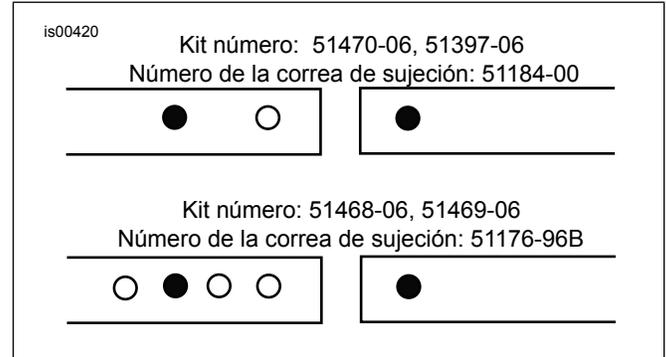
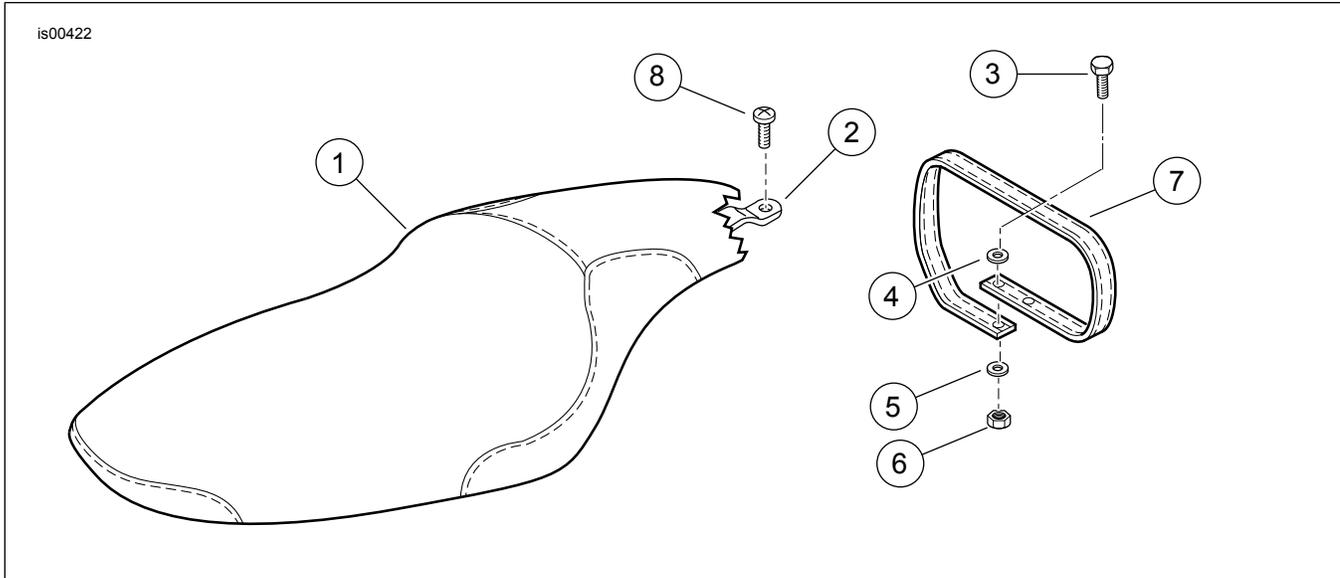

Figura 1. Información de instalación de la correa de sujeción
Figura 2. Piezas de servicio: asientos FX Softail
Vea la Figura 2 y consulte la Tabla 1.
2. Vea la Figura 2. Quite y deseche la correa de sujeción existente y guarde los elementos de sujeción de la motocicleta.
3. Vea la Figura 2. Instale la correa de sujeción (7) del kit con los elementos de sujeción que se guardaron en el paso 2. Instale la correa de sujeción de acuerdo con la Figura 1.
4. Vea la Figura 2. Deslice la parte trasera del asiento a través de la correa de sujeción y enganche la lengüeta delantera del asiento (1) en la estructura. Asegure la pieza de soporte del asiento al guardabarros con el tornillo (8).
2. Solamente para el kit 51397-06: Instale la pieza de soporte trasera del asiento 51798-00 (2) con los tornillos de montaje 3588.
3. Vea la Figura 2. Instale la correa de sujeción (7) del kit usando piezas del kit de elementos de sujeción de la correa de sujeción. Vea la ubicación de los agujeros de la correa de sujeción en la Figura 1.
4. Vea la Figura 2. Deslice la parte trasera del asiento a través de la correa de sujeción. Enganche la lengüeta delantera del asiento (1) en la estructura y asegure la pieza de soporte del asiento al guardabarros con el tornillo (8) o sujete el tornillo de la pieza de soporte en el asiento 51397-06.